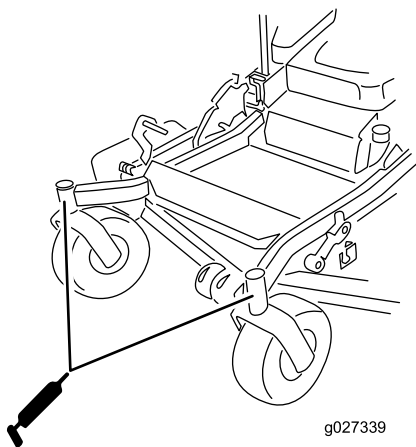

Figura 57
15. Instale el tapón hexagonal y la tapa (Figura 57).
16. Engrase los cojinetes de las ruedas giratorias (Figura 57).